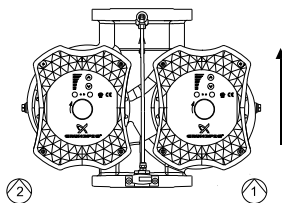

Fig. 1 Masterpumpe (1) og slavepumpe (2)
Masterpumpen vil altid være pumpen til højre, set fra kontrolboksen når pumpen pumper opad. Se fig. 1, pos. 1.